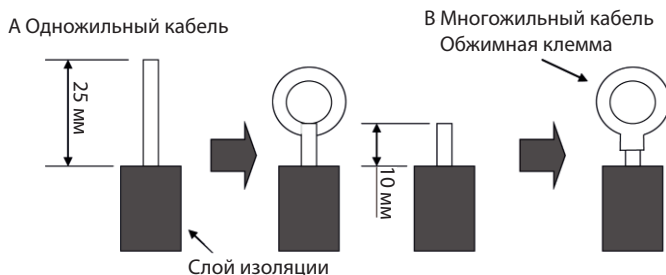

Рис. 30
1. В случае одножильного провода (см. рис. 30)
2. В случае витого провода (см. рис. 30)